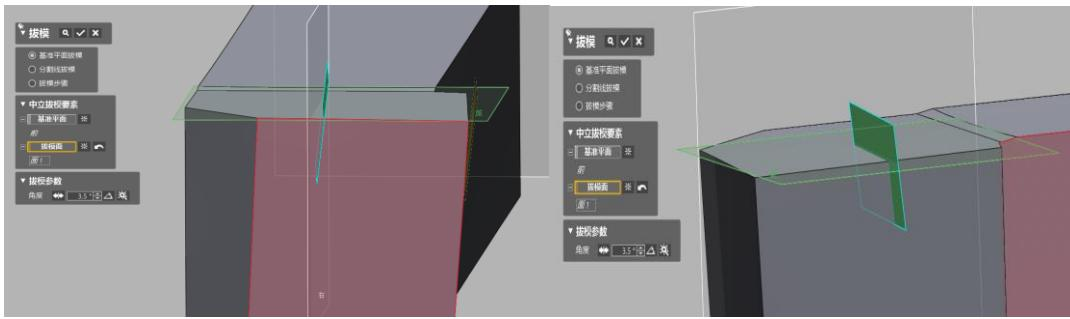

图 4.58 片体拔模
4) 点击菜单栏模型>拔模图标 , 弹出拔模对话框, 基准面选前平面, 拔模面选面 1, 拔模角度 3.5 度, 点击确定。重复拔模命令, 完成另一片体的拔模, 如图 4.58 所示。